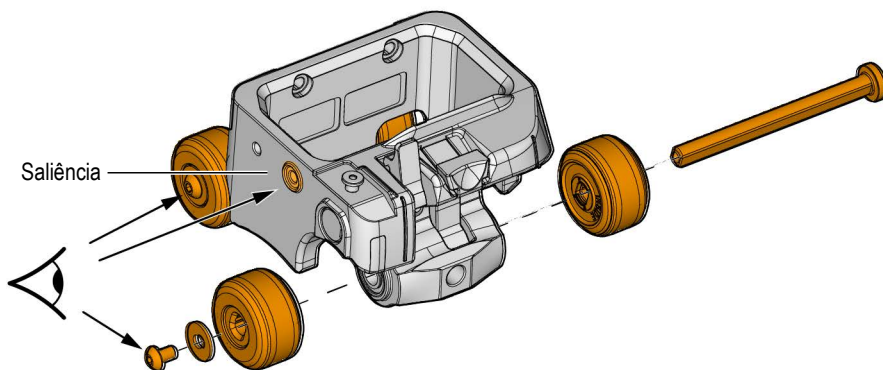

Figura 2-9 Rodas do transporte
Localize a saliência circular no corpo de transporte. Na orientação correta, o eixo é inserido do lado oposto, com os parafusos e as arruelas de montagem da roda montadas do lado da saliência. (veja as setas, Figura 2-9 na página 51).
4. Deslize o eixo de volta aos rolamentos do transporte no manete de bloqueio/liberação da trava do suporte da sonda. Confirme se a orientação está correta. Veja Figura 2-9 na página 51.